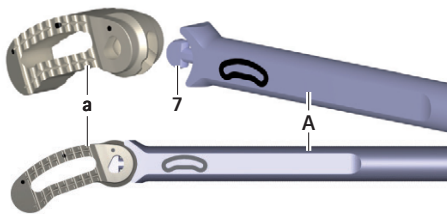

Рис. 7 Подсоединение рабочего имплантата к установочному инструменту
- ▶ Вставить рабочий имплантат а в защитной упаковке в двугранный угол 7 установочного инструмента А, см. Рис. 7. При этом следить за ориентацией рабочего имплантата (ориентация определяется по надписи на установочном инструменте).
- ▶ Подсоединить установочный инструмент А in situ к рабочему имплантату а, см. Рис. 7.